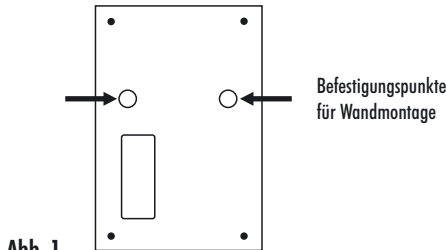

Abb. 1
- Öffnen Sie den Wassermelder, indem Sie die beiden runden Befestigungspunkte nach innen drücken (s. Pfeile Abb. 1) und die Gehäuserückseite vom Gehäusedeckel abheben.